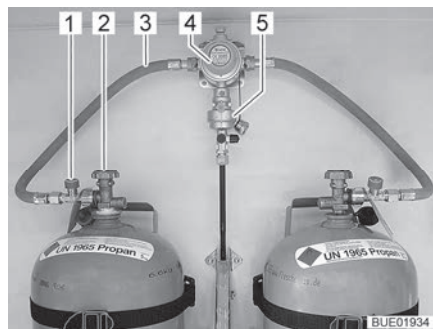
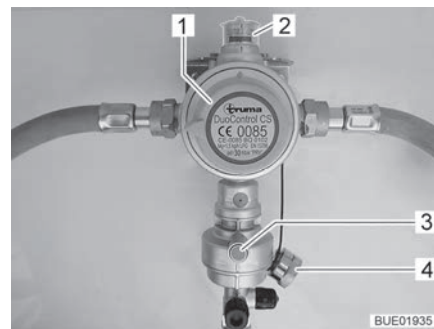
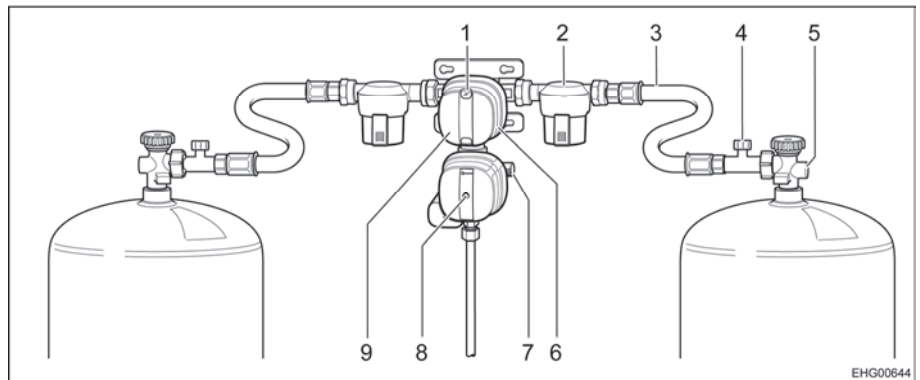

Fig. 69 Bouteilles de gaz avec DuoControl
Fig. 70 Système de réglage DuoControl
Fig. 71 Système de réglage de la pression de gaz DuoControl CS
Le système de réglage DuoControl se compose d'une valve de commutation (Fig. 69,4) et d'un capteur de crash (Fig. 69,5). Le système de réglage est monté entre les lyres (Fig. 69,3) avec une sécurité de rupture de tuyau (Fig. 69,1). Un bouton rotatif (Fig. 70,1) situé sur la valve de commutation permet de définir laquelle des bouteilles de gaz est celle de service et laquelle est celle de réserve.
L'état de l'alimentation en gaz est affiché sur le regard (Fig. 70,2) :
Le fonctionnement avec une seule bouteille de gaz est autorisé, la prise à découvert doit cependant être obturée avec le couvercle borgne (Fig. 70,4) dans ce cas-là.
Le capteur de crash coupe l'arrivée du gaz en cas de secousses importantes (par exemple accident). Le capteur de crash s'active en appuyant sur le bouton Reset vert (Fig. 70,3).
La sécurité de rupture de tuyau (Fig. 69,1) coupe l'arrivée de gaz quand le tuyau raccordé se rompt. La sécurité de rupture de tuyau s'active en appuyant sur la touche verte.
Le système de réglage DuoControl se compose d'une valve de commutation avec capteur de crash (Fig. 71,9). Le système de réglage DuoControl est monté entre les tuyaux haute pression (Fig. 71,3) avec une sécurité de rupture de tuyau (Fig. 71,4). Un bouton rotatif (Fig. 71,6) situé sur la valve de commutation permet de définir laquelle des bouteilles de gaz est celle de service et laquelle est celle de réserve.
L'état de l'alimentation en gaz est affiché à l'indicateur d'état (Fig. 71,1) :
Le fonctionnement avec une seule bouteille de gaz est autorisé, la prise à découvert doit cependant être obturée avec le bouchon à vis (Fig. 71,7) dans ce cas-là.
Le capteur de crash coupe l'arrivée du gaz en cas de secousses importantes (par exemple accident). Le capteur de crash s'active en appuyant sur le bouton Reset jaune (Fig. 71,8).
La sécurité de rupture de tuyau (Fig. 71,4) coupe l'arrivée de gaz quand le tuyau raccordé se rompt.
L'arrivée du gaz s'ouvre et se ferme sur l'unité de commande (Fig. 72) au moyen du système de réglage DuoControl. Les robinets principaux (Fig. 71,5) des bouteilles de gaz et les robinets d'arrêt de gaz des appareils doivent être ouverts manuellement.
- Choisir la bouteille de gaz avec le bouton rotatif (Fig. 71,6) de la valve de commutation à partir de laquelle le gaz sera utilisé principalement (bouteille de service). Toujours tourner le bouton rotatif à fond.
- Ouvrir les robinets principaux (Fig. 71,5) des bouteilles de gaz.
- Activer la sécurité de rupture de tuyau. Appuyer pour ce faire sur la touche verte (Fig. 69,1) ou pendant environ 5 secondes sur la sécurité de rupture de tuyau (Fig. 71,4). Le repère vert est indiqué sur le regard et sur l'indicateur d'état (Fig. 71,1).
- Fermer les robinets principaux (Fig. 69,2 et Fig. 71,5) des bouteilles de gaz.
Le voyant de contrôle vert (Fig. 72,6) s'éteint durant le fonctionnement et le voyant de contrôle rouge (Fig. 72,5) s'allume quand la bouteille de service est vide et doit être remplacée. Le repère rouge est indiqué sur le regard (Fig. 70,2) et sur l'indicateur d'état (Fig. 71,1). La bouteille de réserve alimente les appareils à gaz.
- Tourner le bouton rotatif (Fig. 71,6) d'un demi-tour en direction de la bouteille de gaz actuellement utilisée. Cette bouteille de gaz devient alors la bouteille de service, la bouteille vide devient celle de réserve. Le repère dans le regard (Fig. 70,2) et sur l'indicateur d'état (Fig. 71,1) passe du rouge au vert.
- Fermer le robinet principal (Fig. 69,2 ou Fig. 71,5) sur la bouteille de gaz vide. Observer le sens de la flèche.
- Activer la sécurité de rupture de tuyau. Appuyer pour ce faire sur la touche verte (Fig. 69,1) ou pendant environ 5 secondes sur la sécurité de rupture de tuyau (Fig. 71,4).